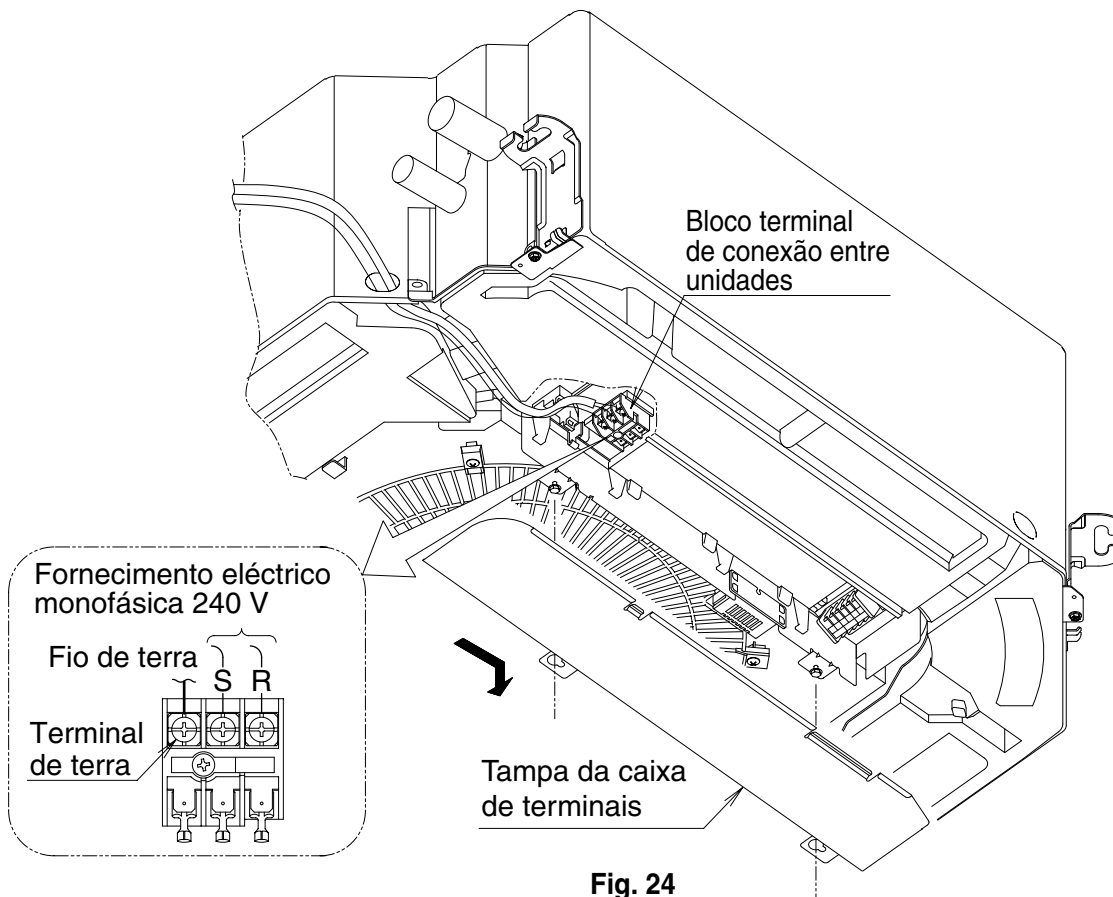

Fig. 24
- Depois de confirmar a drenagem (**Fig. 23 e Fig. 24**), desligue a energia e retire a alimentação eléctrica.